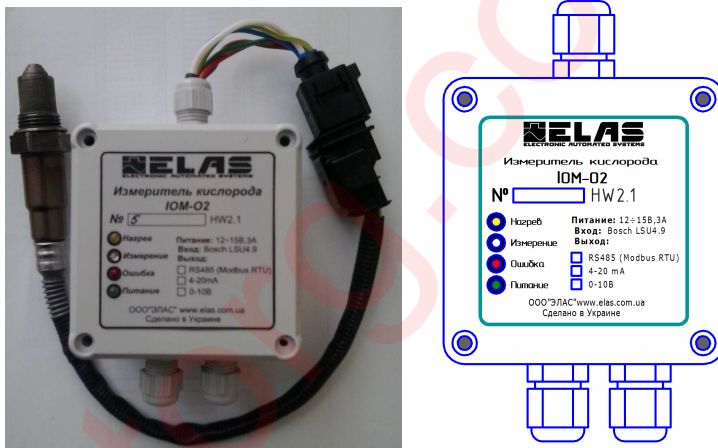

Рис.1 Общий вид IOM-O2 с подключённым зондом.
1.1. Измеритель кислорода ИОМ-О2 предназначен для измерения объёмной части кислорода в уходящих газах на установках, сжигающих органическое топливо (газ, бензин, дизельное топливо, древесину, торф, уголь) Конструктивно измеритель выполнен в пыле и влагозащищённом пластмассовом корпусе с классом защиты IP65 (рис.1). К входному разъёму измерителя подключаются λ -зонд Bosch LSU 4.9.